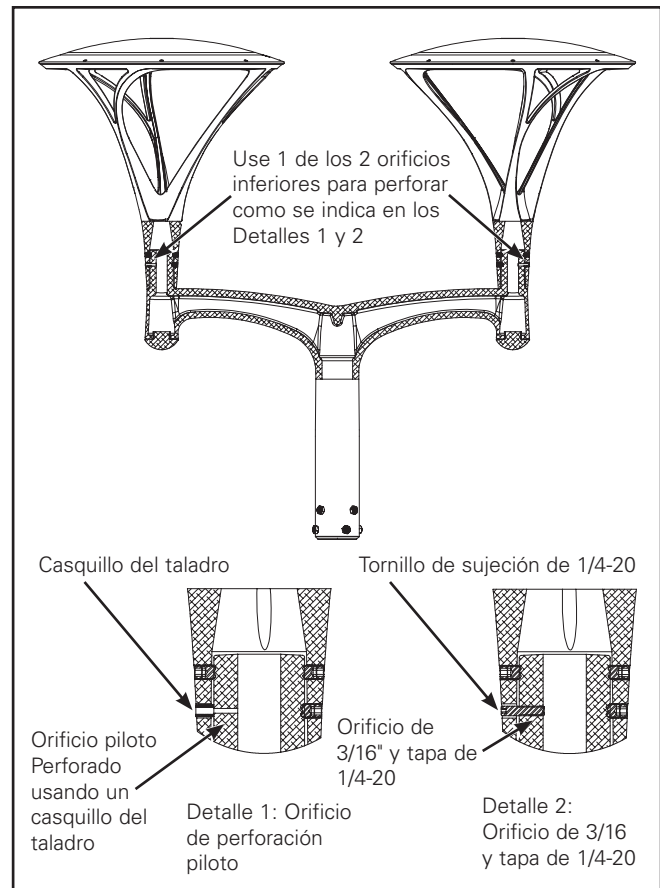

Figura 13.
7. Use como plantilla uno de los dos orificios que se encuentran más abajo en las luminarias para perforar un orificio en las espigas del brazo doble (dos lugares en el primer brazo de cada espiga). Use el casquillo del taladro incluido e introdúzcalo en uno de los orificios inferiores de la luminaria y perforo un orificio piloto de 3/16" a través del casquillo y hacia la espiga. Perfore el orificio hasta que el taladro despeje uno de los lados de la pared de la espiga. (Figura 13.)
8. Retire el casquillo del taladro y use una broca de 3/16" (.203) para abrir el orificio piloto. Tape este orificio con una rosca UNC de 1/4-20. (Figura 13.)
- Use los tornillos de fijación de 1/4-20 x 1-1/4 incluidos para el orificio que perforó en el paso 8 (Figura 13) y ajuste hasta que el tornillo esté a nivel con la superficie exterior de la ubicación final. Instale cinco tornillos de sujeción de 3/8-24 x 3/8" para mantener cada luminaria sobre la espiga del poste y ajústelos hasta 15 in-lb. (1.25 pie. lb.)